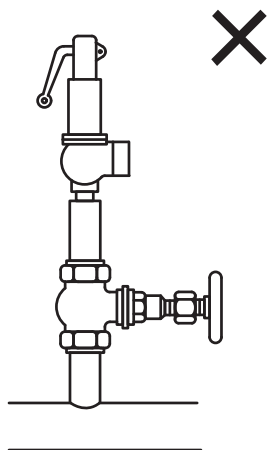

図4.
- 6.3 パイプあるいはフィティングの間に何も取り付けないでください。安全弁を遮断することはできません。（図4を参照）